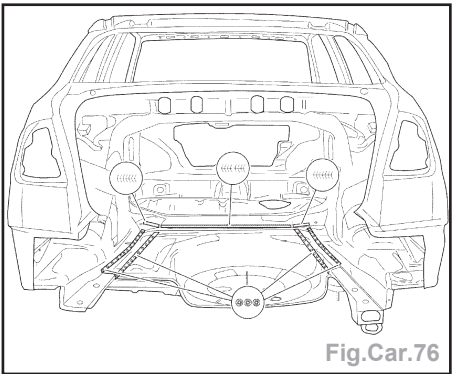

Fig.Car.76
- Souder par soudure discontinue sous atmosphère gazeuse l'assemblage à recouvrement et ensuite meuler (Fig.Car.76).